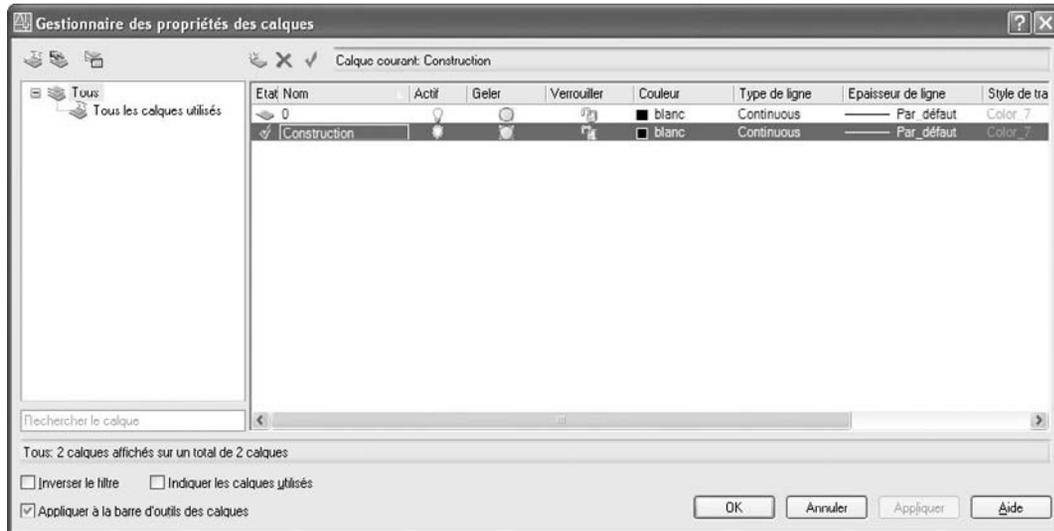

Fig.4.5
- 1 Définir un calque « construction » par la commande **CALQUE** (Layer) (fig.4.5).